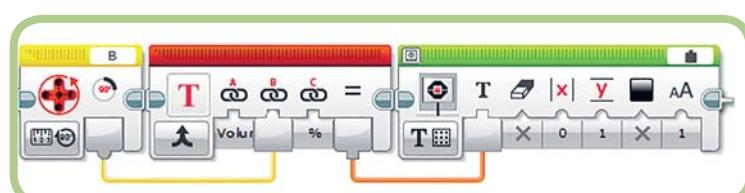

Рис. 12.20. Отображение уровня громкости звука
На рис. 12.20 показаны блоки, используемые программой **SoundMachine** для отображения уровня громкости, который контролируется мотором B. С помощью блока **Вращение мотора** (Motor Rotation) считывается значение, блоком **Текст** (Text) добавляются метка и единица измерения, с помощью блока **Экран** (Display) полученный текст выводится на экран модуля EV3. Необходимо, чтобы в контейнере «Мой блок» выполнялась аналогичная функция, но также была возможность передать в него в качестве входных данных любое число. Существуют и другие параметры этого контейнера, которые было бы полезно настраивать в каждом конкретном случае, например, текст для метки и единицы измерения.
Посмотри на остальные вводы блоков **Текст** (Text) и **Экран** (Display), изображенных на рис. 12.20, и подумай, какие из них должны быть настраиваемыми и какими должны быть их значения по умолчанию. Далее приведен список параметров, которые было бы логично включить.
2. Скопируй три блока, показанные на рис. 12.20, в новую программу.